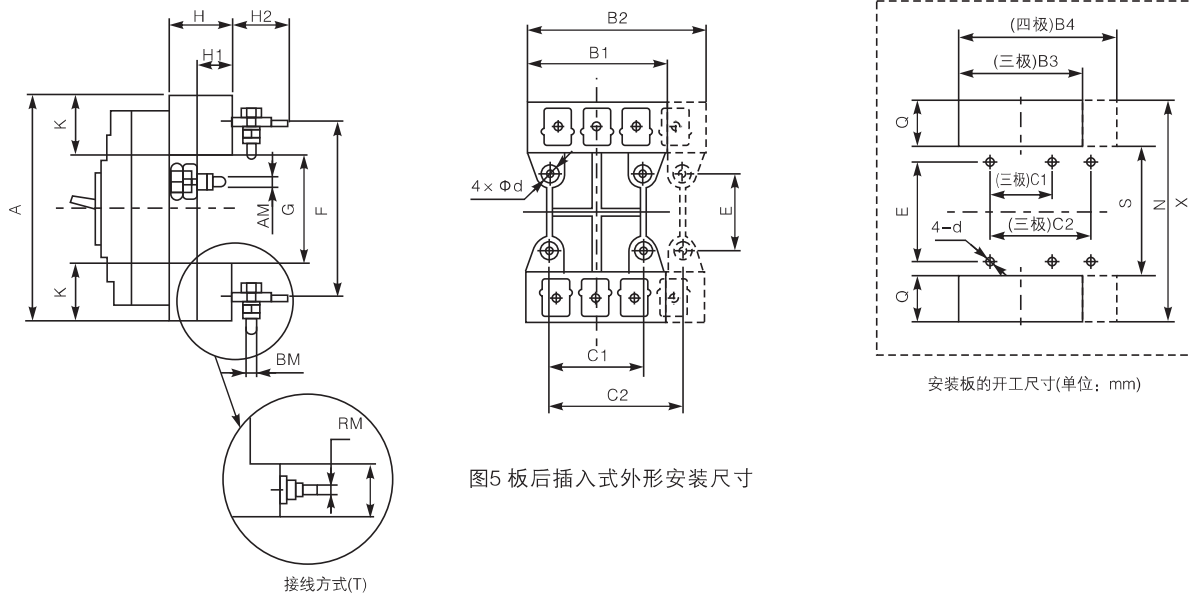

图5 板后插入式外形安装尺寸
- 4) 插入式板后接线外形及安装板开孔尺寸见图5，见图13；